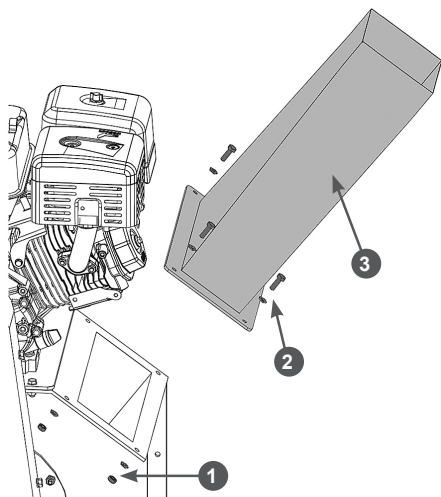

Рис. 12 Установка нижней части желоба выброса
11. Установите на фланец корпуса измельчителя нижнюю часть желоба выброса и закрепите её с помощью болтов M8x20, шайб и гаек (Рис. 12).